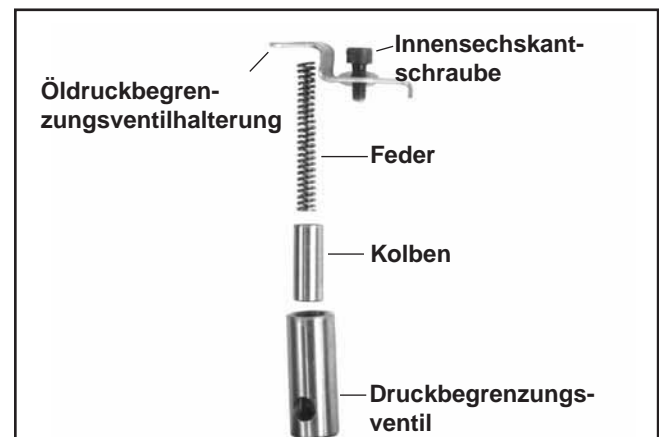

Abbildung 11-14. Einbau von Öldruckbegrenzungsventil, Kolben und Feder
2. Stecken Sie den Kolben und die Feder in den Körper. Siehe Abbildung 11-14.
3. Installieren Sie die Halterung und Sechskantflanschschaube. Siehe Abbildung 11-14 und 11-18.